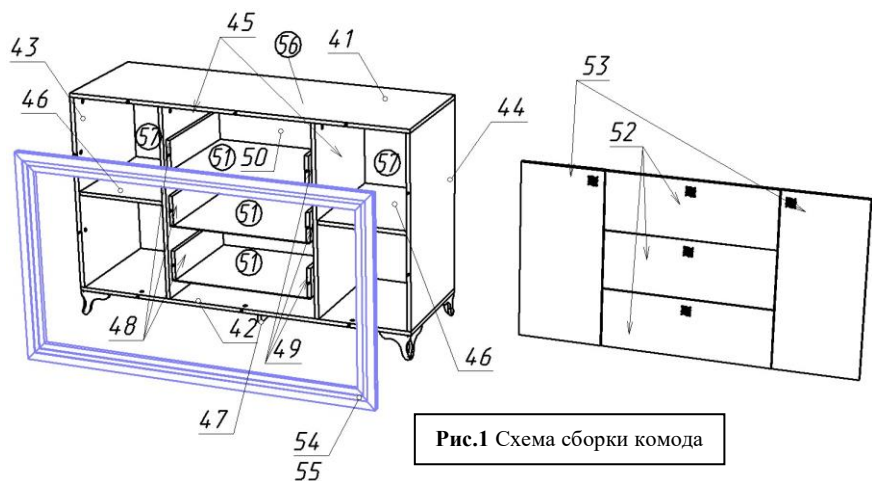

Рис.1 Схема сборки комода
8. Установить на раму шпико эксцентриков, поставить и закрепить рамку на фасадной стороне комода при помощи эксцентриковых стяжек (см.рис.1);